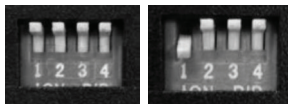

Рис.2. DIP переключатели.
- Переверните 1-й DIP-переключатель в положение **ON** (см. Рис.2).